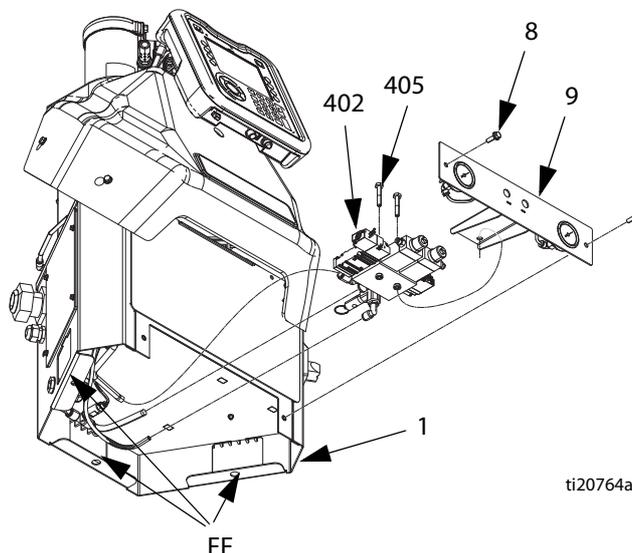

Рис. 47
Разборка (см. Рис. 47).
3. Снимите переднюю панель (10) доступа с электрического блока (1).
4. Выкрутите два винта (8) с помощью торцевого ключа диаметром 9,53 мм.
6. Проденьте руки в отверстия (FF) для доступа (см. Рис. 47) на дне электрического блока и отключите трубопроводы для воздуха от электромагнитных клапанов (402) элементов управления потоком воздуха.
8. Выкрутите два винта (405), с помощью которых электромагнитные клапаны (402) крепятся к блоку (9) элементов управления потоком воздуха. Затем снимите электромагнитные клапаны элементов управления потоком воздуха.
Сборка (см. Рис. 47).
1. С помощью двух винтов (405) прикрепите новые электромагнитные клапаны (402) к блоку (409) элементов управления потоком воздуха.
3. Проденьте руки в отверстия (FF) для доступа (см. Рис. 47) на дне электрического блока и подключите трубопроводы для воздуха к электромагнитным клапанам (402) элементов управления потоком воздуха.
4. Установите блок (9) элементов управления потоком воздуха на место и с помощью двух винтов (8) прикрепите его к электрическому блоку (1).